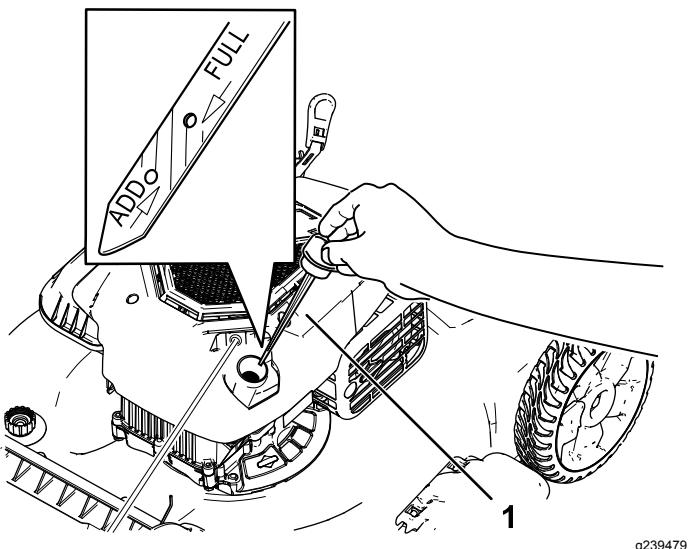

Figura 12
2. Girate il tappo in senso antiorario ed estraete l'asta di livello (Figura 12).
5. Controllate il livello dell'olio sull'asta (Figura 12).
- Se il livello di olio dell'asta è troppo basso (Figura 12), versate con cura una piccola quantità di olio detergente SAE 30 o SAE 10W-30 nel tubo di riempimento dell'olio, attendete 3 minuti e ripetete gli step da 3 a 5 finché il livello dell'olio sull'asta non risulta corretto. Per il tipo di olio, fate riferimento a 3 Riempimento del motore con olio \(pagina 6\).
- Se il livello dell'olio sull'asta è troppo alto (Figura 12), drenate l'olio in eccesso finché il livello dell'olio sull'asta non risulta corretto; fate riferimento a Cambio dell'olio motore \(pagina 18\).